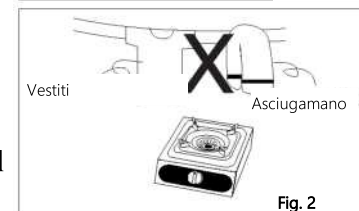

Fig. 2
- Utilizzare solo per cucinare. Non far asciugare asciugamani, vestiti, ecc. sopra l'apparecchio (Fig. 2).